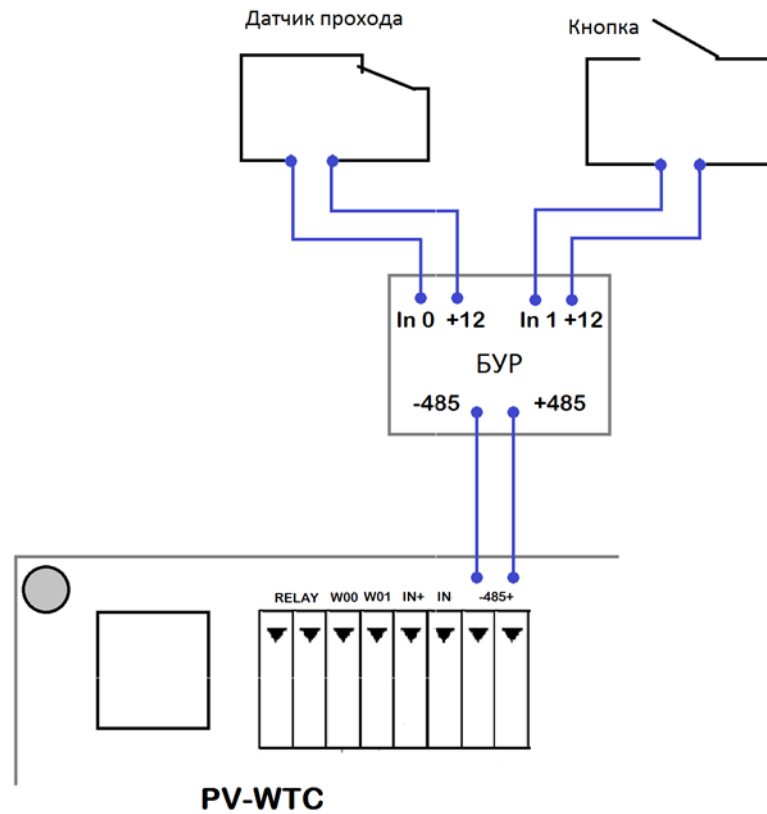

Рисунок 12 – Схема подключения датчика двери и кнопки посредством «БУР BioSmart»
2.2.7.2 Совместное подключение датчика прохода и кнопки выхода из помещения реализуется только с помощью «БУР BioSmart» (см. рисунок 12).